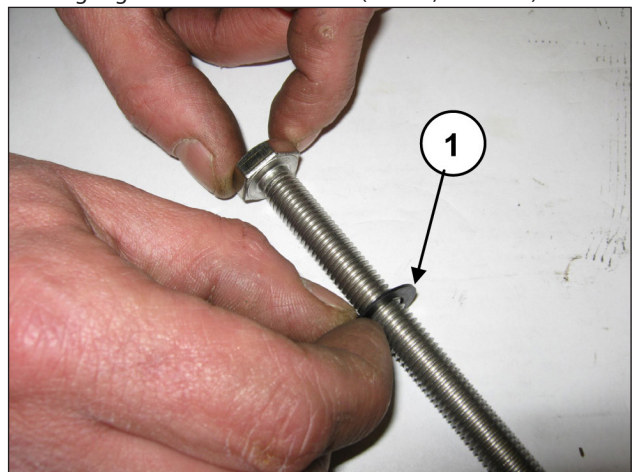

Abb. 176
Setzen Sie die Unterlegscheibe $\text{Ø}10 \times 18 \times 0,9$ auf die Befestigungsschraube des Kolbens (Pos. ①, Abb. 176).